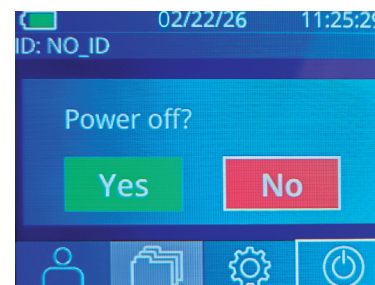

Fig. 44
- Vaya a la pantalla de inicio, seleccione el ícono de **Encendido/apagado**  para apagar el dispositivo y presione **Yes** (Sí) para confirmar la operación (Fig. 44).